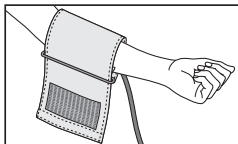
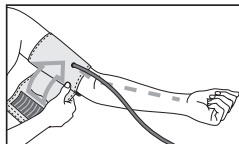

Fig. 1
Fig. 2
- A medição tem de ser feita na parte superior do braço, sem roupa. Se a braçadeira estiver completamente aberta, introduza o fim da braçadeira através do fecho de estribo, de maneira a formar um laço (ver Fig. 1). A braçadeira deve ser colocada no braço de modo a que a margem inferior do tensiómetro fique 2-3 cm acima da face interior do cotovelo e da artéria (ver Fig. 2). O tubo deve apontar para o meio da palma da mão.